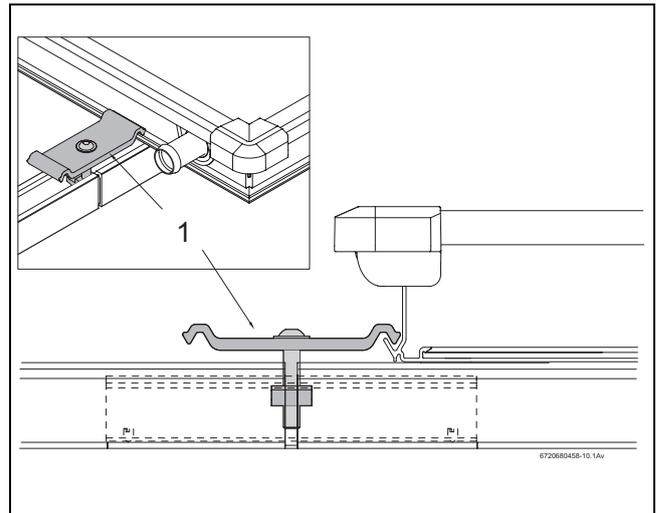

Fig. 40 Montaggio dei giunti di fissaggio
- Posizionare il giunto di collegamento bilaterale, con il dado davanti, nell'apertura della guida profilata con il giunto ad innesto, in maniera tale che il distanziale in plastica (fig. 40, [1]) faccia presa sulla guida profilata.